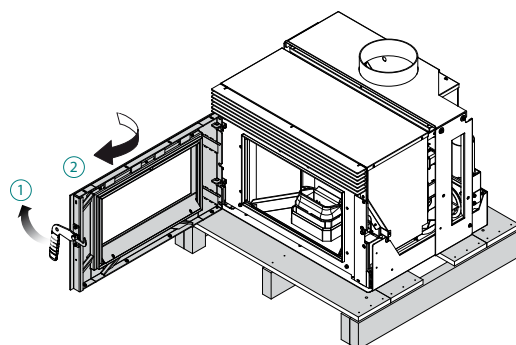

fig. 6.1.1
- 3) Ouvrir la porte (Fig. 6.1.1) ;